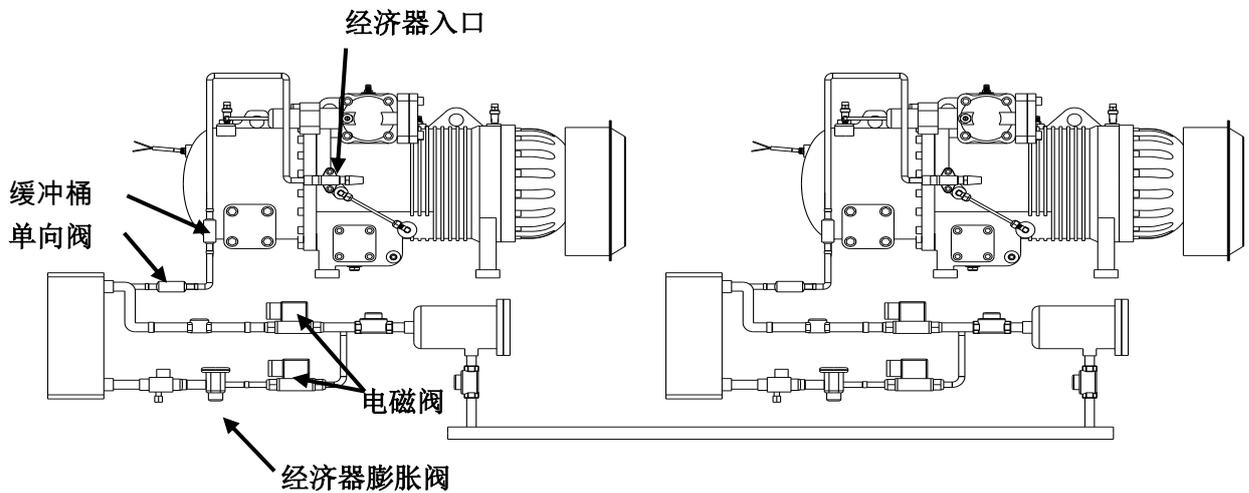

图 22 并联机经济器配管图
- ◇ 经济器(过冷器)应安装在压缩机的下方，以防止在停机期间经济器中液态制冷剂的回流压缩机。(图 22、23)